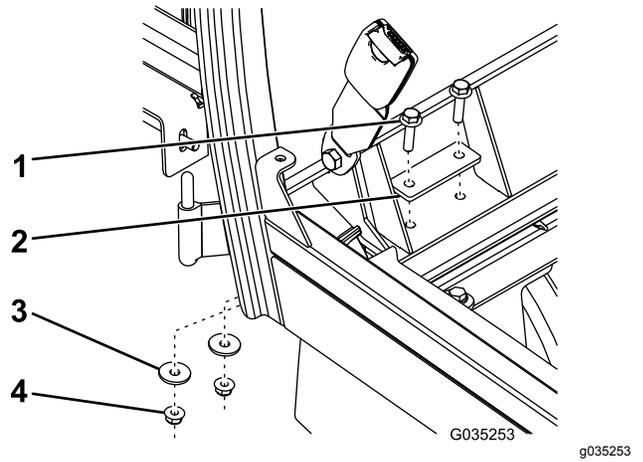

Figura 13
6. Fije la parte posterior del bastidor de la cabina a los apoyos derecho e izquierdo con 4 pernos con arandela prensada ($\frac{5}{16}$ " x $1\frac{1}{4}$ "), 2 placas de apoyo, 4 arandelas planas y 4 tuercas con arandela prensada ($\frac{5}{16}$ "), tal y como se muestra en la Figura 13.